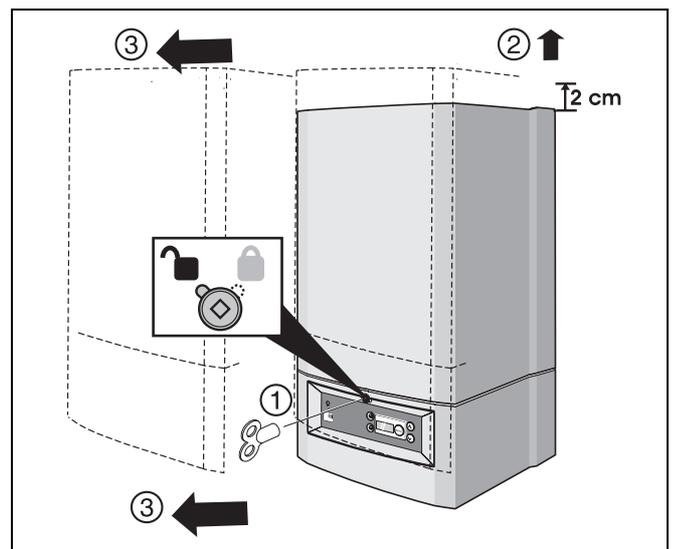

Fig. 36 Retirer l'habillage
- Retirer l'habillage de l'appareil (fig. 36).